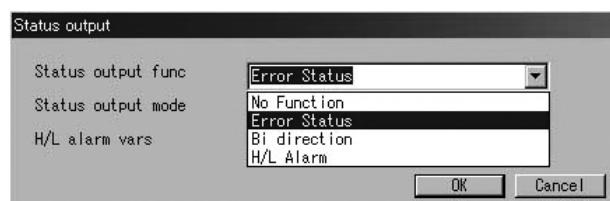

図39
- ③ 図39のように、「Status output func」の右側の矢印をクリックしてドロップダウンリストの中からステータス出力に設定する機能を選択してください。